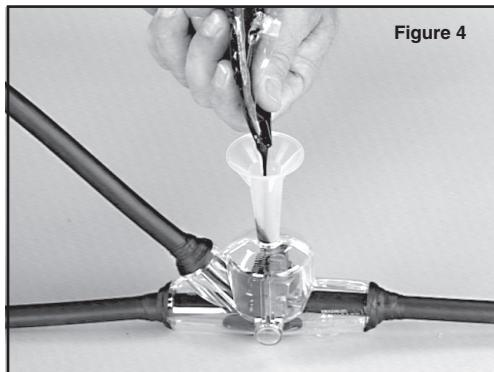
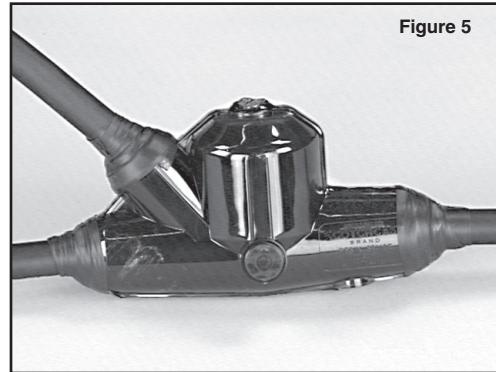

Figure 4
Figure 5
- 6.1 Position splice level. Mix resin thoroughly per instructions on resin package. Pour resin until mold and spout are completely filled (see Figure 4). Refill spout after air escapes. When resin has solidified and cooled, splice may be put into service. Clip off spout, if desired (see Figure 5).
- 6.1 Mettre l'épissure à niveau. Bien mélanger la résine selon les directives énoncées sur le sac de résine. Verser la résine jusqu'à ce que le moule et le bec soient remplis (Voir la figure 4.) Remplir à nouveau le bec une fois que l'air en est sorti (Voir la figure 5.) Mettre l'épissure en service une fois la résine durcie et refroidie. Couper le bec au besoin.
- 6.1 Coloque el empalme en posición nivelada. Mezcle la resina completamente siguiendo las instrucciones del paquete. Vierta la resina hasta que el molde y la espiga queden completamente llenos. (Vea la Ilustración 4.) Llene nuevamente la canaleta después de que se escape el aire. Cuando la resina se haya solidificado y enfriado, puede ponerse en servicio el empalme. Quite la canaleta si lo desea. (Vea la Ilustración 5.)